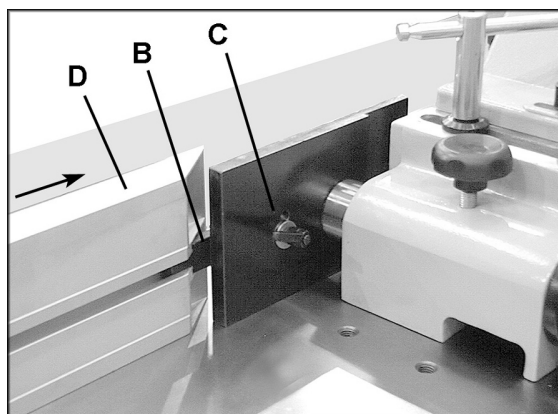

Рисунок 8
2. Прикрепите брусок (В, рис. 8) к передней половине упора при помощи фиксирующей ручки (С, рис. 8) и шайбы. Продвиньте алюминиевый упор (D, рис. 8) к брусу. (ПРИМЕЧАНИЕ: правый и левый упор немного различаются. Под ручку (С, рис. 8) требуется только одна шайба, показанная на рис. 8. На другой стороне требуется две шайбы под ручкой.)
ПРИМЕЧАНИЕ: фиксирующие ручки (С, рис. 8) подпружинены, можно менять их положение, потянув ручку и повернув ее на гайке.